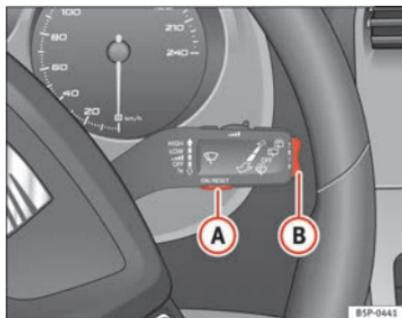
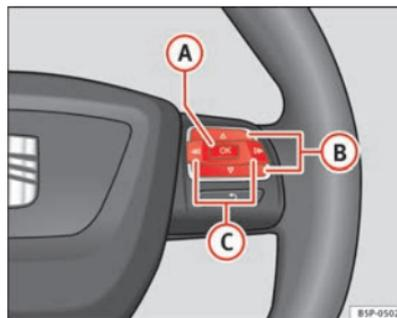

Fig. 45 Manípulo do limpa-vidros: botão A para confirmar opções do menu e botão basculante B para mudar de menu
Fig. 46 Comandos no volante: botão A para confirmar opções do menu e botão B para mudar de menu
- Para aceder ao menu «Configuração», premir o botão **C** ⇒ página 70, fig. 46 até visualizar o menu no visor. Já está dentro deste menu.
- Para mudar de uma memória para a outra, premir brevemente o botão **A** ⇒ página 70, fig. 45 ⇒ página 70 do manípulo do limpa-vidros ou o botão **OK** do volante multifunções ⇒ página 70, fig. 46 ⇒ página 70 com a ignição ligada. ▶
No indicador multifunções pode consultar os seguintes dados accionando o botão basculante **B** ⇒ página 70, fig. 45 ⇒ página 70 do manípulo do limpa-vidros ou premindo o botão **A** ou **V** ⇒ página 70, fig. 46 do volante multifunções*.